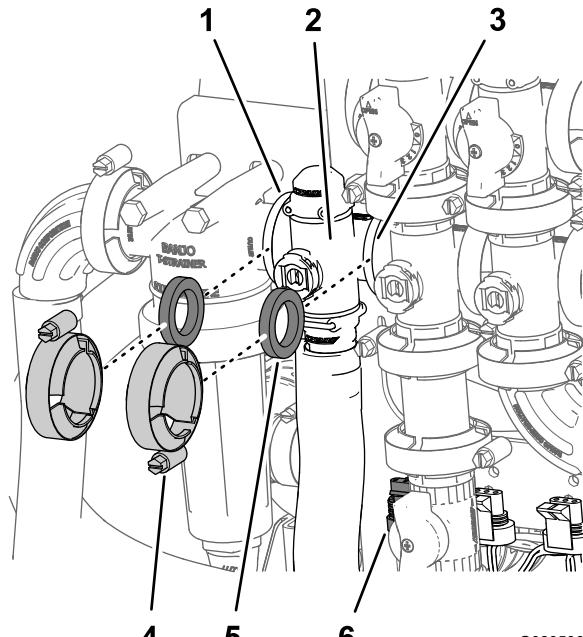

Figure 88
- Retirez les colliers et joints qui fixent le collecteur du régulateur de débit (Figure 88).